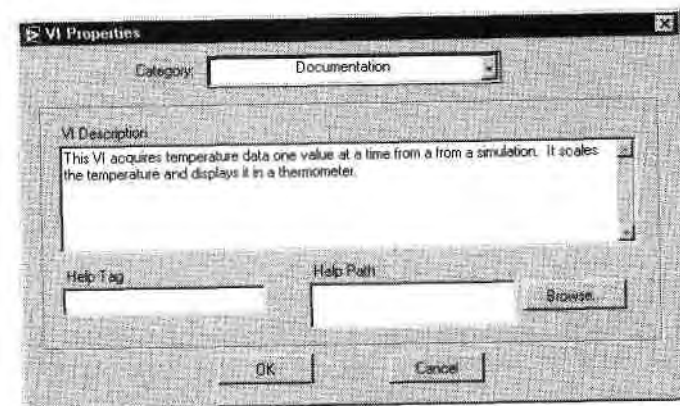

Рис. 5.25
6. Документируйте ваш прибор **Thermometer.vi**, выбрав из меню **Файл** опцию **Свойства ВП ==> Документирование** и введя описание его функции (рис. 5.25). Щелкните по ОК, чтобы вернуться к виртуальному прибору.